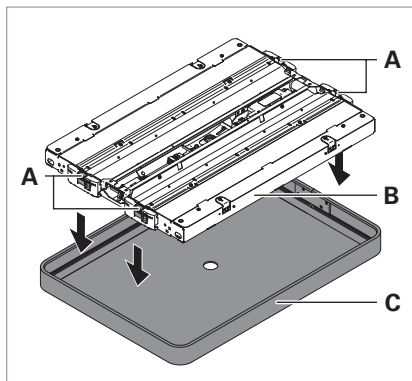

Fig. 7: Montaggio dello schermo.
- Collocare dall'alto il telaio dell'apparecchio B nello schermo C finché lo schermo non si è incastrato in tutti i ganci A, vedi Fig. 7.